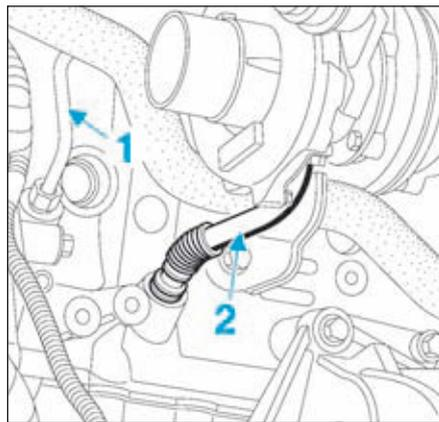

FIG.169
- Déposer les tuyaux d'alimentation en huile (1) et de retour (2) du turbocompresseur (Fig.169).